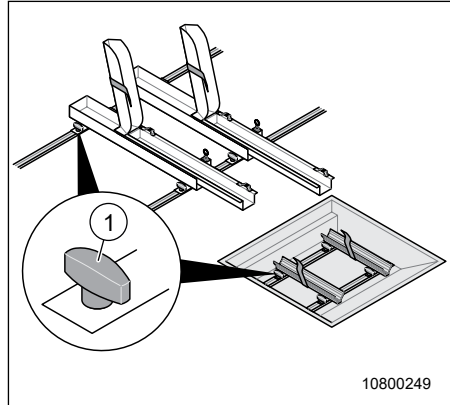

Fig. 5 Support pour deux vélos électriques
1. Effectuer les étapes de travail 1 à 18 conformément à « 3.5.1 Transport d'un (1) vélo » à la page 22.
2. Ouvrir les poignées tournantes (Fig. 5, Pos. 1) du deuxième système de rails et déplacer les rails de maintien.
3. Fermer les poignées tournantes (Fig. 5, Pos. 1) et fixer le deuxième vélo dans le support.